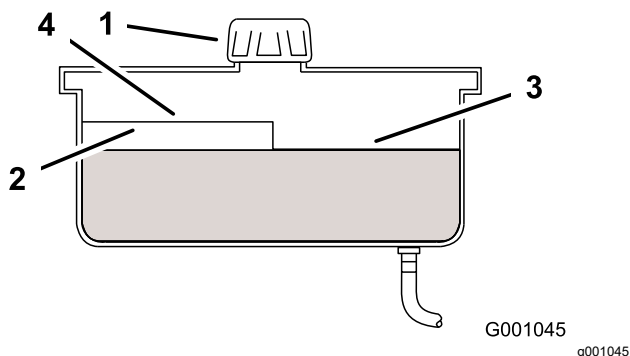

Рисунок 40
3. Очистите зону вокруг крышки и заливной горловины гидравлического бака (Рисунок 40).
4. Снимите крышку с заливной горловины. Посмотрите внутрь, чтобы проверить, есть ли жидкость в баке (Рисунок 40).
Примечание: Когда жидкость прогрета, ее уровень должен находиться на верхней отметке уровня горячей рабочей жидкости на перегородке (Рисунок 40).